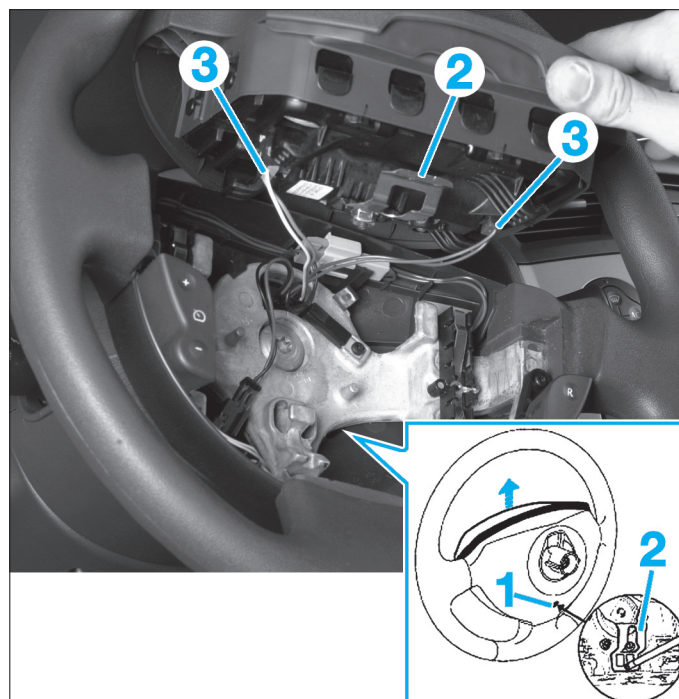

FIG. 1
- Tourner le volant pour accéder à l'orifice (1).
- Insérer un tournevis par l'orifice (1).
- Appuyer sur l'agrafe (2) et retirer l'airbag en le coulissant par le haut.
- Débrancher les connecteurs (3) (Fig.1).